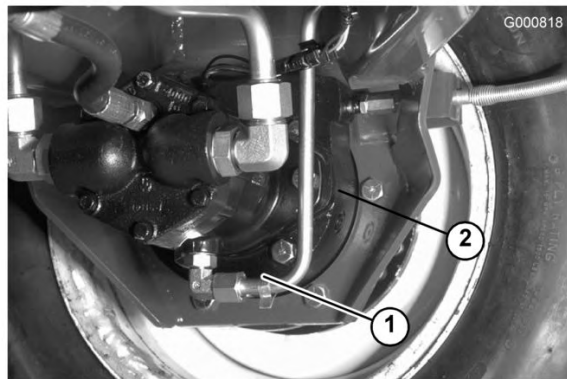

Figura 67
2. Retire el tapón del planetario (Figura 66) y el tapón de verificación de la parte trasera del freno (Figura 67)